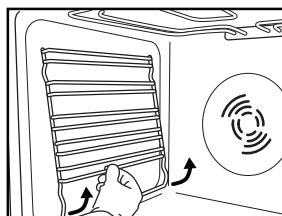

Fig. 3
1. Scoateți grătarele laterale de suținere ale accesoriilor (Fig. 3).